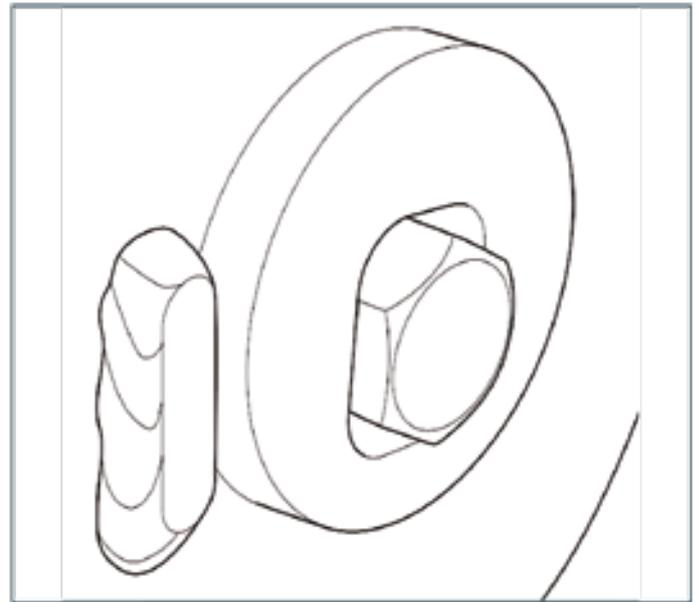
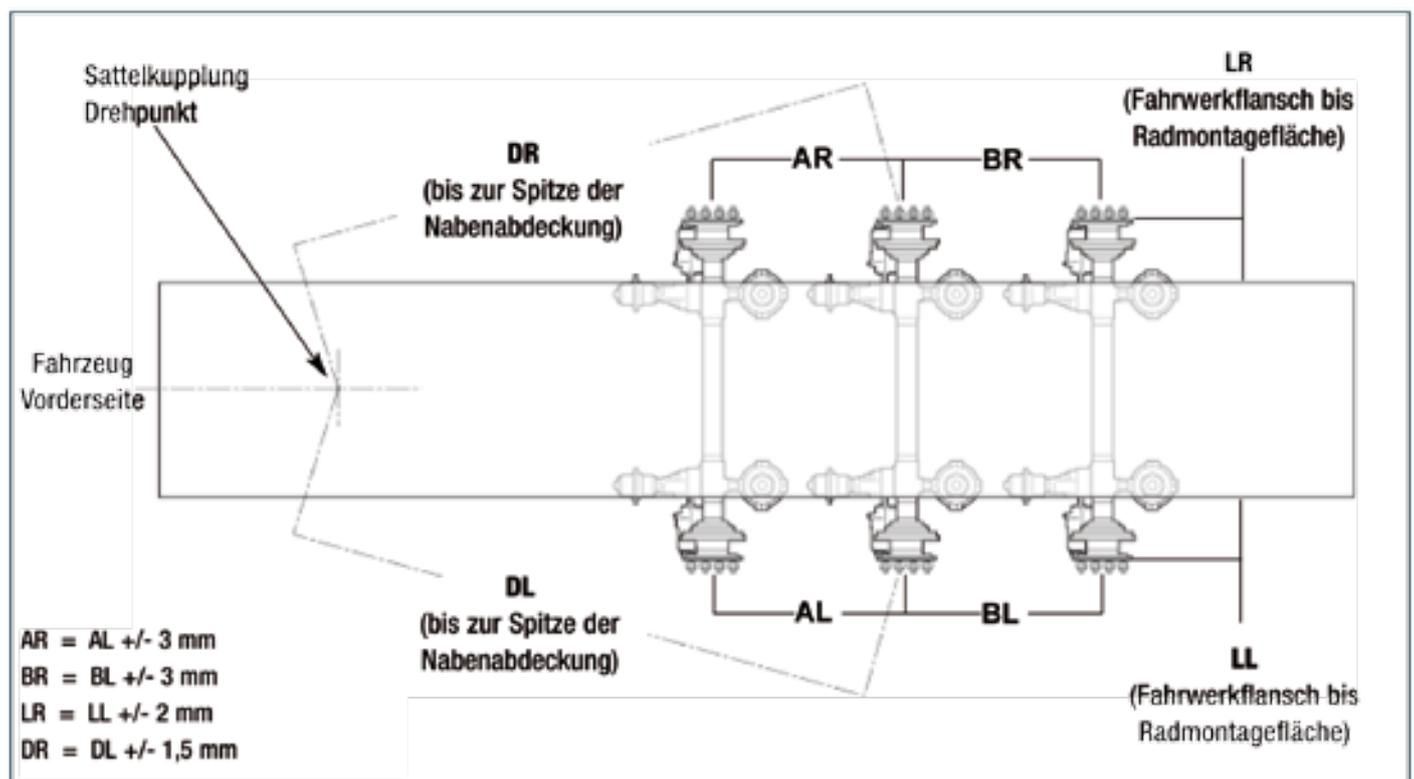

Abb. 7.1
Abb. 7.2
2. Messen Sie vom Achsschenkelbolzen bis zu jedem der Enden der ersten Achse (Messung **DR** und **DL**). Für korrekte Ausrichtung wird auf Abb. 7.2 verwiesen.
3. Lockern Sie mit einem 36-mm-Schraubenschlüssel und einem passenden Steckschlüssel die Drehbolzen auf beiden Seiten. Bringen Sie einen 36-mm-Schraubenschlüssel an der äußeren Nabe (Exzenternabe) an (Abb. 7.1) und drehen Sie sie in die gewünschte Richtung, bis sich ein identischer Messwert für den Weg von jedem der beiden Enden der Achse zum Achsschenkelbolzen ergibt (Abb. 7.2).
2. Um eine korrekte Ausrichtung zu erhalten, müssen die Abmessungen in einem Rahmen von +/- 3 mm an beiden Enden der Achse sein (Abb. 7.2). Wenn eine Justierung erforderlich ist: Fahren Sie mit dem unten gezeigten Schritt 3 fort. Wenn eine Justierung nicht erforderlich ist: Fahren Sie mit Schritt 4 fort.
3. Lockern Sie mit einem 36-mm-Schraubenschlüssel und einem passenden Steckschlüssel die Drehbolzen auf beiden Seiten. Bringen Sie einen 36-mm-Schraubenschlüssel an der äußeren Nabe (Exzentrernabe) an (Abb. 7.1) und drehen Sie sie in die gewünschte Richtung, bis sich ein identischer Messwert für den Weg von jedem der beiden Enden der Achse zum Achsschenkelbolzen ergibt.
ANMERKUNG: Richten Sie die Achse so aus, dass der Messwert AR gleich dem Messwert AL mit einer Toleranz von ± 3 mm ist (Abb. 7.2). Wiederholen Sie erforderlichenfalls dieses Vorgehen am zweiten Drehbolzen.